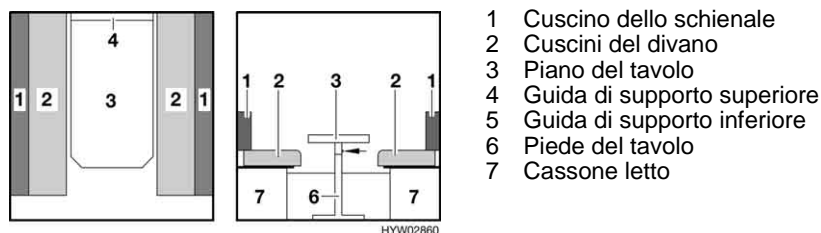

Fig. 46 Prima della trasformazione
- Sistemare i cuscini del divano (Fig. 46,2).
- Sollevare leggermente il piano del tavolo in avanti (Fig. 46,3).
- Sbloccare il piede del tavolo (Fig. 46,6) dall'elemento di fissaggio e ribartarlo verso l'alto sul lato inferiore del tavolo.